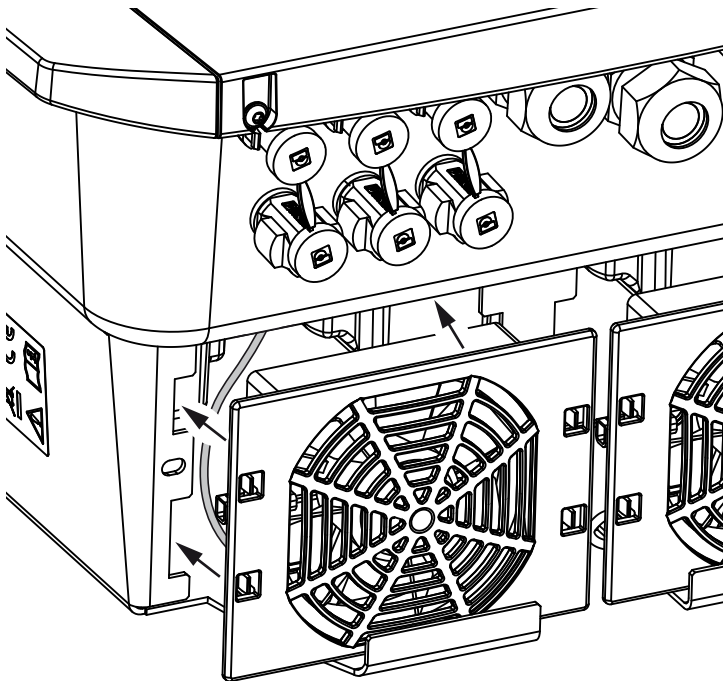

Fig. 77: Ventilatormontering
- at ventilatoren er monteret korrekt i ventilatorrammen (luftstrømsretning). **Fig. 77**